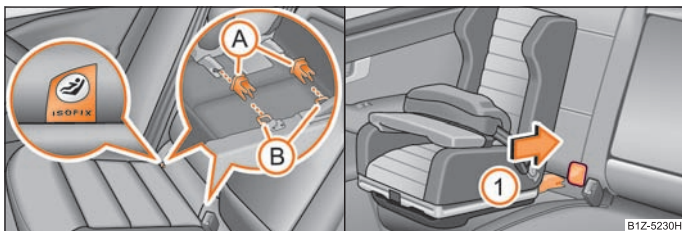

Abb. 149 Halteösen (ISOFIX-System) / Schieben des ISOFIX-Kindersitzes in die montierten Aufnahmetrichter
Zwischen Sitzlehne und -fläche des Beifahrersitzes befinden sich zwei Halteösen für die Befestigung eines Kindersitzes mit „ISOFIX“-System. An den hinteren äußeren Sitzen befinden sich die Halteösen unter der Polsterung. Die Stellen sind mit Schildern mit dem Schriftzug „ISOFIX“ ⇒ Abb. 149 - links gekennzeichnet.
- Stecken Sie die Aufnahmetrichter (A) auf die Halteösen (B) zwischen Sitzlehne und -fläche ⇒ Abb. 149.
- Schieben Sie die Rastarme des Kindersitzes in die Halteösen in Pfeilrichtung ①, bis sie hörbar einrasten ⇒ Abb. 149.